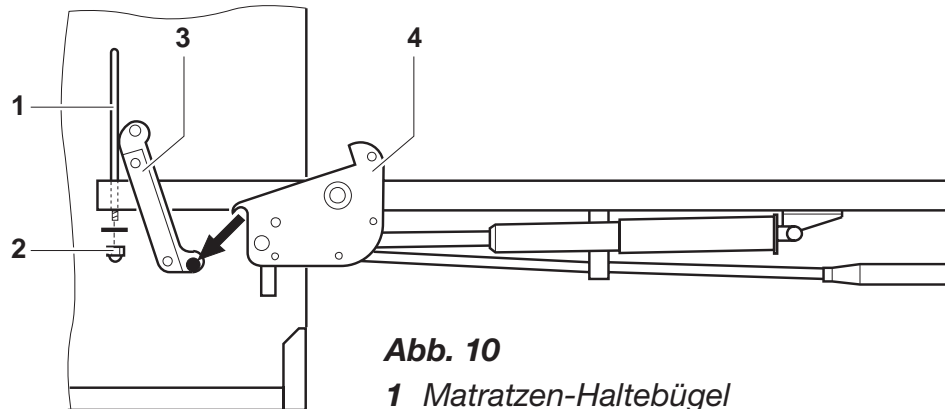

Abb. 10
- Die beiden Matratzen-Haldebügel **1** in den Bettrahmen stecken und mit Hutmuttern und Unterlegscheibe **2** verschrauben, siehe **Abb. 10**.